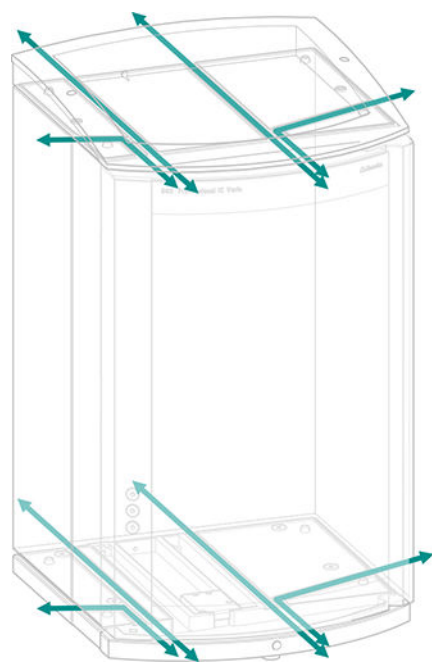

Figure 5 Canaux pour capillaires
- canaux entre l'appareil et le bac de fond ainsi qu'entre l'appareil et le support de flacons (voir Figure 5, page 17)